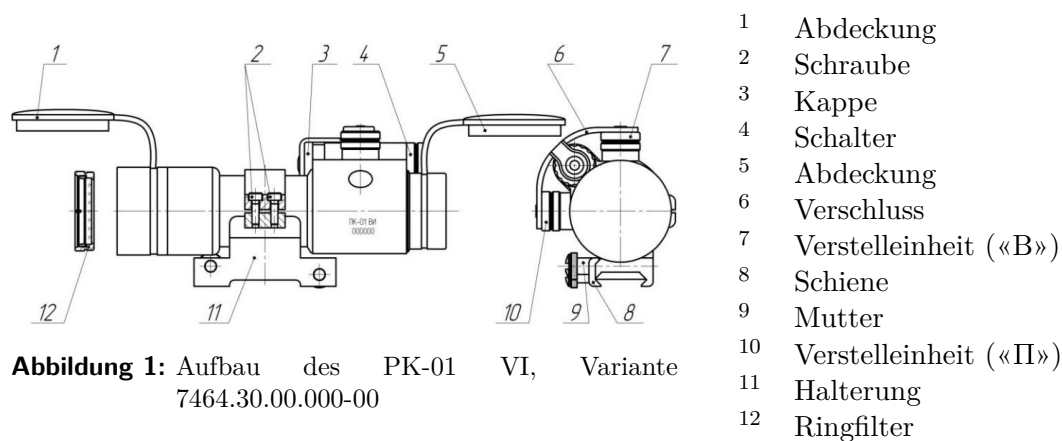
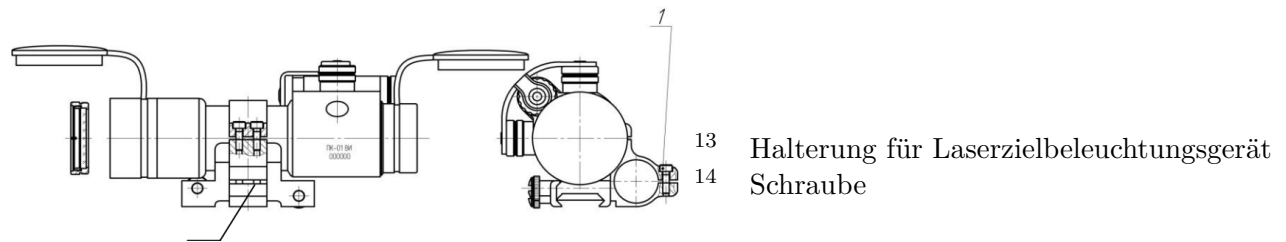

Abbildung 1: Aufbau des PK-01 VI, Variante 7464.30.00.000-00
Abbildung 2: Aufbau des PK-01 VI, Variante 7464.30.00.000-01
Das allgemeine Erscheinungsbild des Visiers 7464.30.00.000-00 ist in Abbildung 1 dargestellt.
Das allgemeine Erscheinungsbild des Visiers 7464.30.00.000-01 ist in Abbildung 2 dar-
Beide Arten von Visier werden mit Hilfe von Klemmvorrichtungen (11) (Abbildung 1) oder (13) (Abbildung 2), die aus Montageaufnahme (8) (Abbildung 1) und zwei Schrauben mit Muttern (9) bestehen, auf einer Führungsleiste der Picatinny-Schiene montiert. Das Visier wird mit den Schrauben (2) in der Klammer der Halterung befestigt. Bei der Modifikation 7464.30.00.000-01 wird die Zielfernrohraufnahme mit zwei Schrauben (14) in der Klammer der Halterung (13) (Abbildung 2) fixiert.
Die Abdeckungen (1) und (5) (Abbildung 1) sind für den Schutz der optischen Komponenten des Visiers vor Verunreinigungen und mechanischen Beschädigungen vorgesehen. Die Abdeckungen werden am Gehäuse des Visiers befestigt und können relativ zu diesem gedreht werden. Für die bequeme Nutzung des Visiers können die Abdeckungen (1) und (5) ineinander gesteckt werden.
Bei Stromquelle - Lithium-Stromquelle vom Typ 1/3N Dimension, Nennspannung - 3 V. Die Batterie wird in das Batteriefach gemäß dem auf dem Körper markierten Polaritätsschema eingebaut. Das Batteriefach wird mit der Schraubkappe (3) verschlossen. Alternativ kann das Visier mit zwei LR44/AG13 Knopfzellen betrieben werden (Abbildung 1).
Die Batterie ist für die Stromversorgung der LED vorgesehen, die den Rotpunkt erzeugt. Montage (11) (Abbildung 1) oder (13) (Abbildung 2) sind für die Montage des Visiers an der Waffe auf der Picatinny-Schiene vorgesehen.
Der Kontrastfilter (optional) (12) (Abbildung 1) ist zur Erhöhung des Kontrastes bei hellem Hintergrund vorgesehen. Der Kontrastfilter wird in das Objektivgewinde eingeschraubt und sollte nach Beendigung der Operation wieder entfernt werden.
Der Schraubenschlüssel ist zum Festziehen der Schrauben (2) (Abbildung 1) und der Schrauben (14) (Abbildung 2) bei der Montage des Visiers vorgesehen.
- Befestigen Sie das Visier mittels des Klemmmechanismus (11) (Abbildung 1) oder (13) (Abbildung 2) (2) (Abbildung 1) mit Hilfe des beiliegenden Schraubenschlüssels. Nehmen Sie wenn nötig Korrekturen mittels der Verstellmechanismen vor.
- Bei der Montage der Visiermodifikation 7464.30.00.000-01 sollte das Zielbeleuchtungsgerät mit zwei Schrauben (14) in der Klemme der Halterung (13) (Abbildung 2) mit Hilfe eines Schraubenschlüssels befestigt werden
- Lösen Sie die Muttern (9) (Abbildung 1)
- Ziehen Sie die Muttern an (9). Das Entfernen des Visiers erfolgt umgekehrt.
- Batteriefachdeckel (3) abschrauben (Abbildung 1)
- Batteriefachdeckel (3) festschrauben (Abbildung 1)
- die Funktionstüchtigkeit des Gerätes prüfen, indem Sie die Taste (4) 1 Sek. lang gedrückt halten. Der Austausch der Batterie sollte bei sichtbarer Abnahme Helligkeit des Rotpunktes erfolgen.